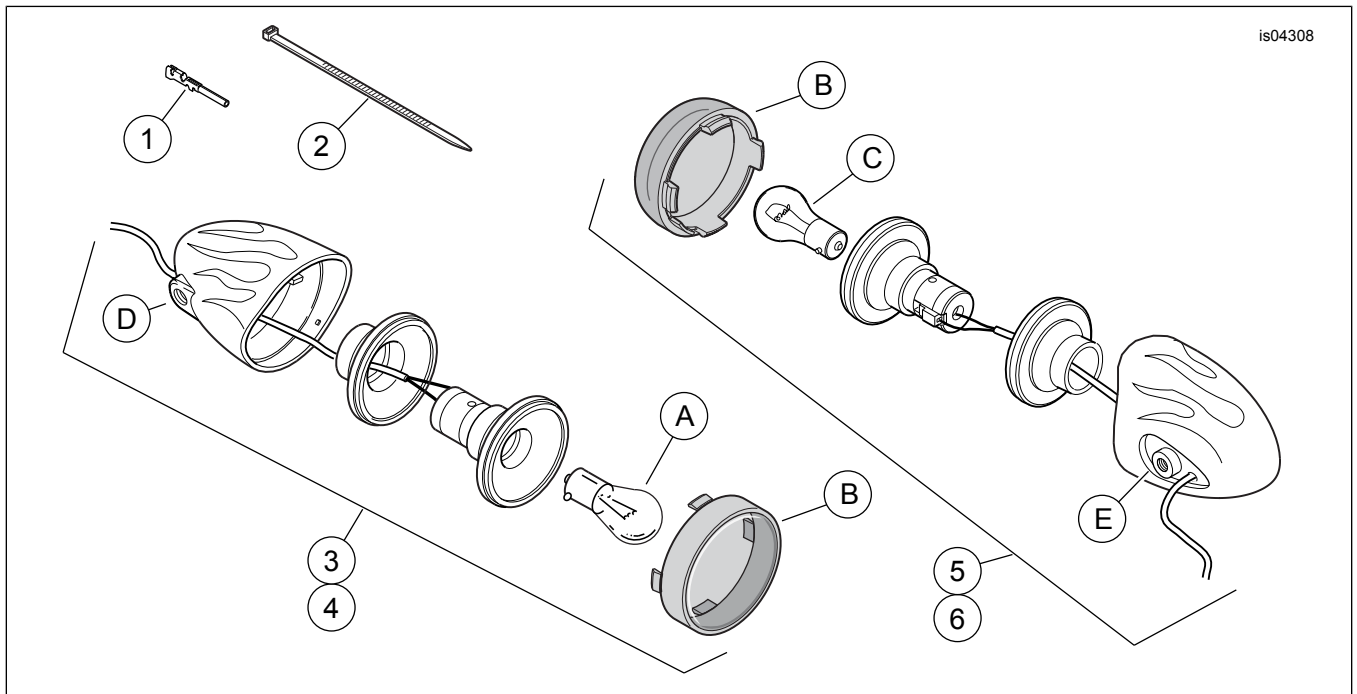

Figura 1. Peças de reposição, kit de pisca-pisca
- Para TODOS os modelos:** Veja a Figura 1. Pegue as lâmpadas dos **novos** pisca-piscas dianteiros direito e esquerdo (itens 3 e 4) do kit. As lâmpadas dianteiras podem ser identificadas pelo ressaltado em "D" na montagem (D) da estrutura. Identifique as lâmpadas esquerda e direita pelo visor e pelas chamas elevadas na parte superior.
- Pegue quatro terminais fêmea (1) **deste** kit. Consulte a seção CONECTORES ELÉTRICOS AMP MULTILOCK do Manual de serviço e siga as instruções de CRIMPAGEM DE TERMINAIS para crimpar os terminais fêmea nos fios dos pisca-piscas. Instale cada terminal na cavidade correta do conector fêmea de acordo com as notas feitas anteriormente. Note que o fio violeta da lâmpada do lado direito é instalado na cavidade que continha originalmente um fio marrom.
- Conecte o conector fêmea ao conector macho principal sob o tanque de combustível. Instale as abraçadeiras (2) do kit como requerido para segurar a fiação do pisca-pisca.
1. Veja a Figura 1. Pegue as lâmpadas dos **novos** pisca-piscas traseiros direito e esquerdo (itens 5 e 6) do kit. As lâmpadas traseiras podem ser identificadas pelo ressalto de montagem redondo em uma depressão com forma de gota (E) na estrutura. Identifique as lâmpadas esquerda e direita pelo visor e pelas chamas elevadas na parte superior.
5. Pegue quatro terminais fêmea (1) do kit. Consulte a seção CONECTORES ELÉTRICOS AMP MULTILOCK: INSTRUÇÕES DE CRIMPAGEM no Manual de serviço para fixar um terminal na extremidade de cada fio.